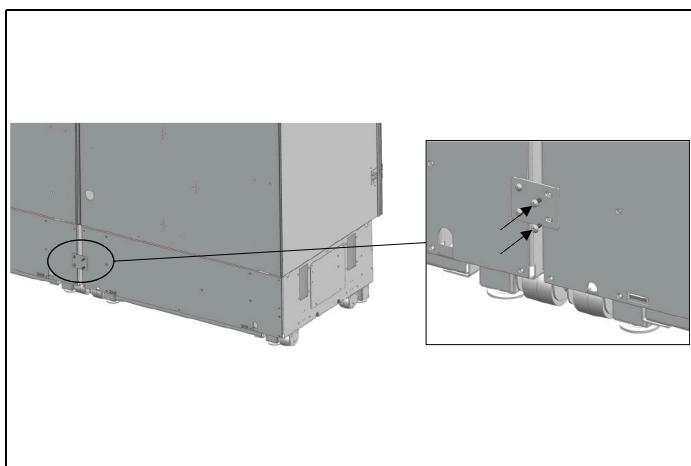
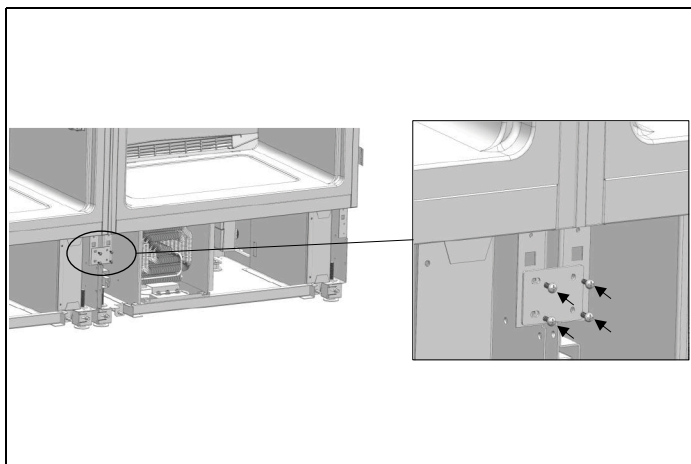

Fig. 111
Fig. 112
- Una vez que los refrigeradores estén correctamente alineados, fije los soportes de conexión en la parte trasera (Fig. 111) y delantera (Fig. 112), uniendo los dos refrigeradores.